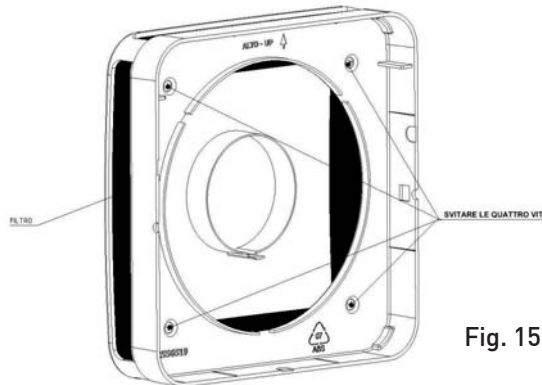

Fig. 15
1. Sostituzione del filtro: dopo aver interrotto il circuito di alimentazione, smontare il coperchio e svitare le quattro viti come indicato in fig. 15. Pulire periodicamente il filtro immergendolo in acqua fredda.